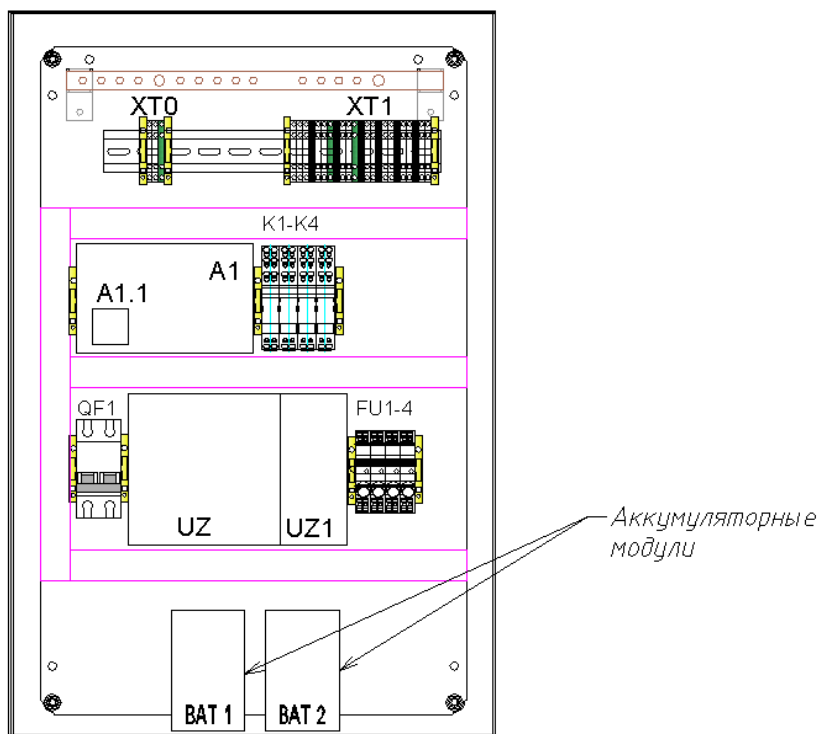

Рисунок 3
7.3.1. Распакуйте два аккумуляторных модуля и разместите их в нижней части щита (см. Рисунок 3)